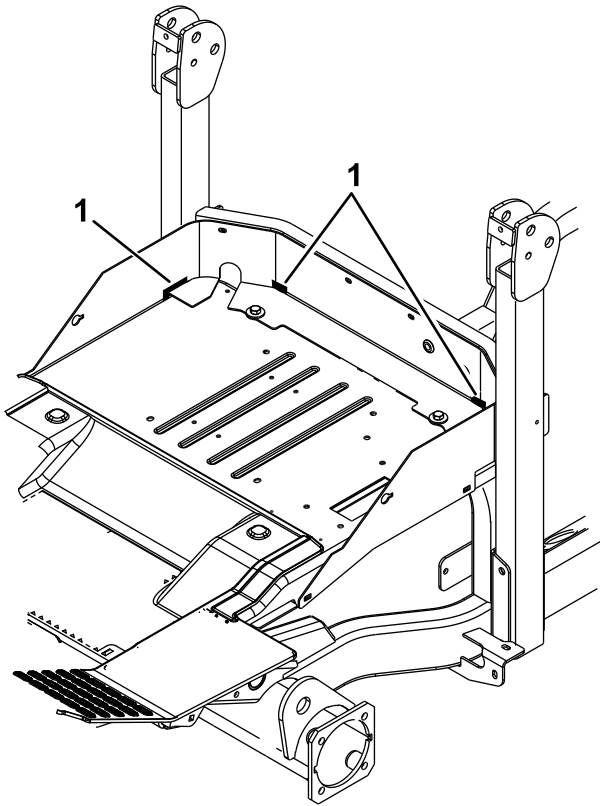

Figure 7
1. Avec du mastic RTV noir, calfeutrez les ouvertures existantes des deux côtés aux emplacements indiqués indiqués à la Figure 7.